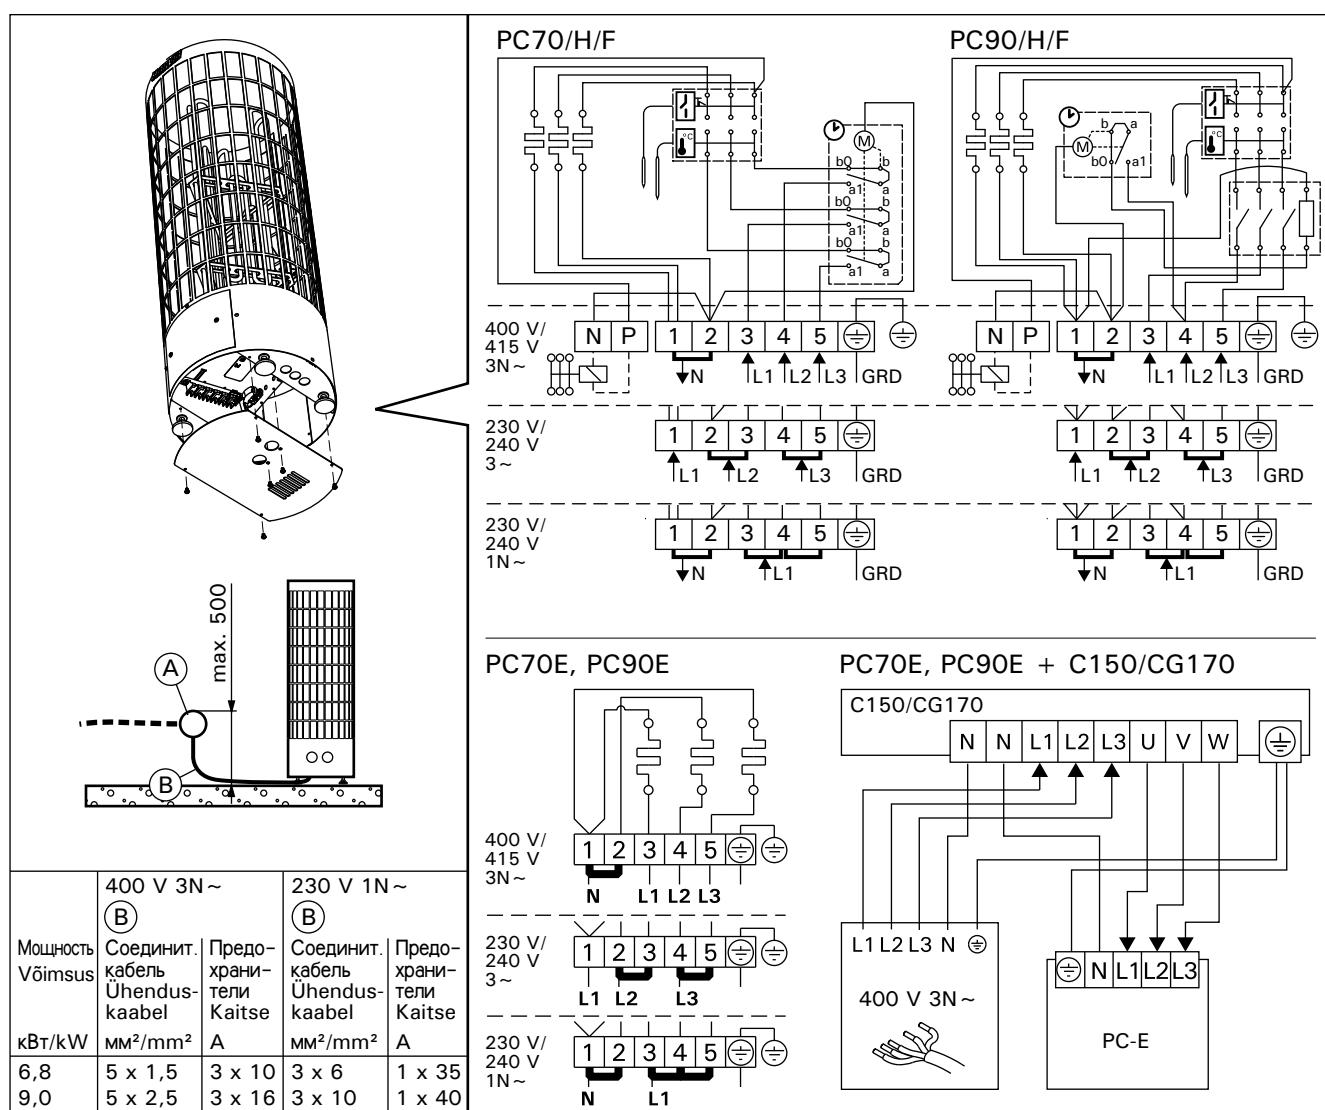

Рисунок 7. Электромонтаж
- Каменка гибким проводом подсоединяется к соединительной коробке (рис. 7: А) на стене сауны. Соединительная коробка должна быть брызгозащищенной и находиться на расстоянии не более 500 мм от пола.
- В качестве кабеля (рис. 7: В) следует использовать резиновый кабель типа HO7RN-F или подобный.
- Кроме клемм питания каменки PC/-H/-F оснащены также клеммой (P), которая делает возможным управление электрическим нагревом (рис. 7). Управляющее напряжение передается от каменки, когда она включена. Кабель управления электронагревом подводят прямо к соединительной коробке каменки и дальше с помощью резинового кабеля, равного по сечению соединительному кабелю, к клеммнику.